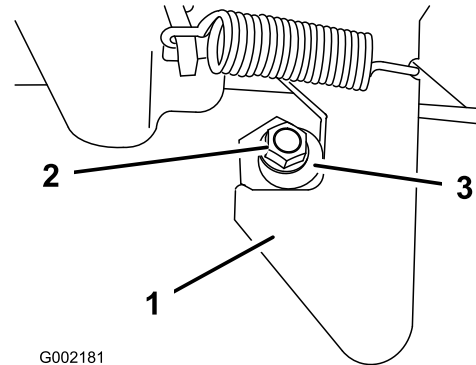

Bild 60
1. Lösen Sie die Sicherungsmutter am Ende der Riegelstrebe (Bild 60).
2. Drehen Sie die Riegelstrebe nach rechts, bis sie bündig mit dem Hakenteil des Riegels ist (Bild 60).